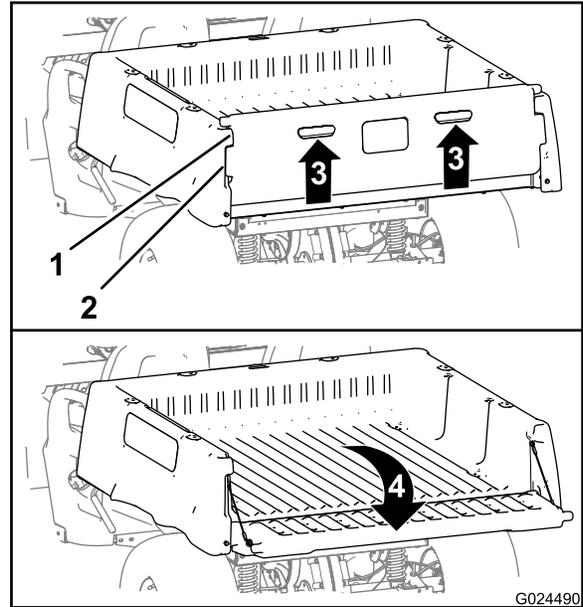

Figura 13
2. Levante nos locais indicados no painel traseiro da porta traseira (Figura 13).
3. Alinhe as flanges de bloqueio na porta traseira com as aberturas entre as flanges da porta traseira na caixa de carga (Figura 13).
4. Rode a porta traseira para trás e para baixo (Figura 13).
- Rode a porta traseira para cima e para a frente até as flanges de bloqueio estarem justas ao espaço da porta na caixa de carga (Figura 13).
- Baixe a porta traseira até ficar assente na parte de trás da caixa de carga (Figura 13).